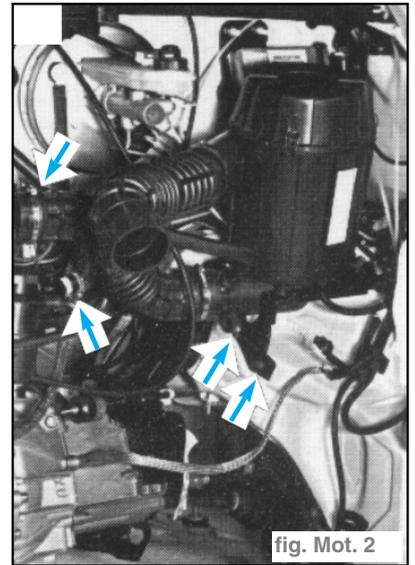

fig. Mot. 2
- Débrancher le manchon d'air, le conduit de débit des gaz de carter et les vis de fixation. (fig. Mot. 2)